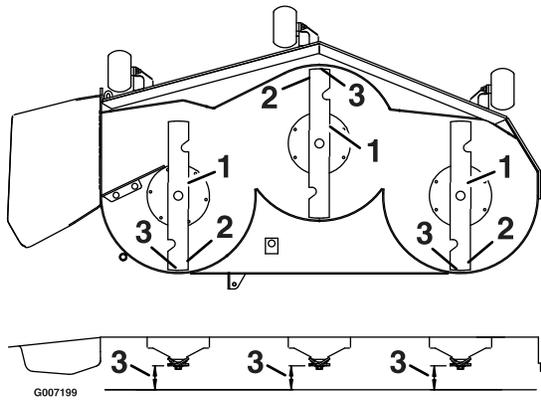

Figura 64
3. Gire cuidadosamente las cuchillas colocándolas en el sentido de avance de la máquina (Figura 64).
4. Mida entre la punta de la cuchilla delantera y la superficie plana y entre la punta de la cuchilla trasera y la superficie plana (Figura 64).